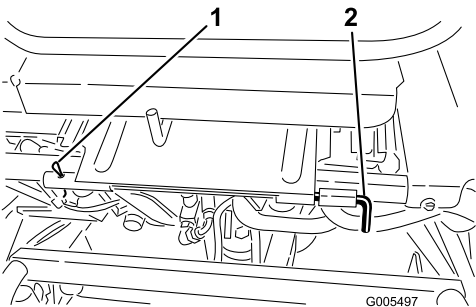

Bild 33
- Klappen Sie den Sitz herunter und entfernen Sie den Splint, mit dem die Sitzgelenkstange am Rahmen befestigt ist (Bild 33).